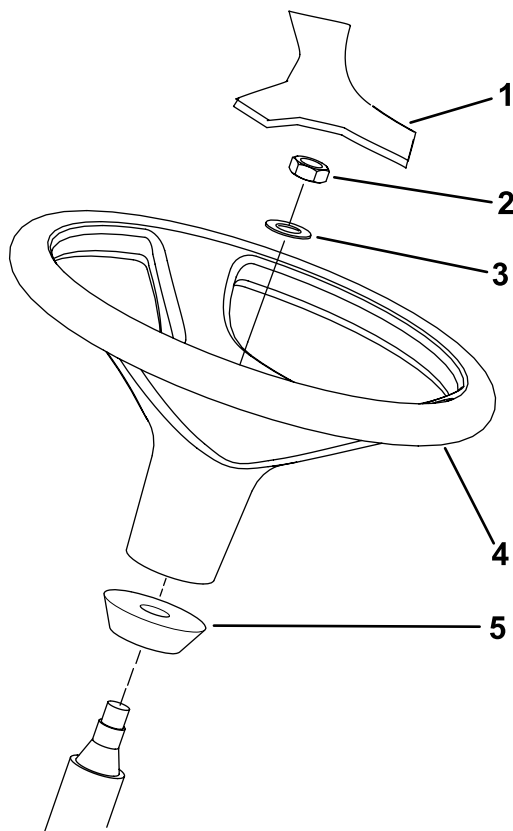

Рисунок 14
1. Снимите рулевое колесо с транспортировочного поддона (Рисунок 14).
Примечание: Убедитесь, что кольцо из пеноматериала осталось на рулевом валу (Рисунок 14).
3. Наденьте рулевое колесо и шайбу на рулевой вал (Рисунок 14).
5. Установите крышку на рулевое колесо (Рисунок 14).